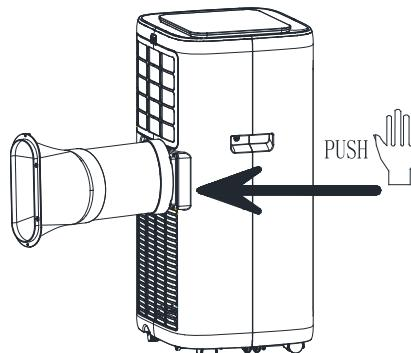

Figura 1
2) Inserte el conjunto del tubo de calor (el extremo de la junta de escape) en la ranura de la abertura del panel trasero (empuje hacia la izquierda) y complete el montaje (tal y como se muestra en la figura 1).